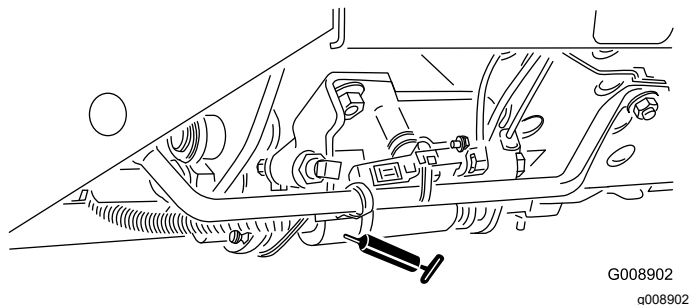

Bild 40
- Mähen-/Transportschieber (Bild 40)